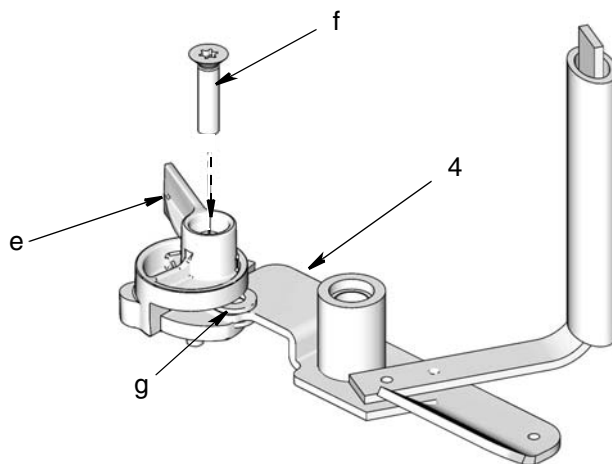

FIG. 11
- d. Alinee el orificio (m) en la parte superior de la paleta de bajo nivel (e) con el orificio en el centro de las arandelas (g) y la paleta agitadora (4) (FIG. 11).
los orificios en arandelas (g) y la base de la paleta agitadora (4) (FIG. 11).